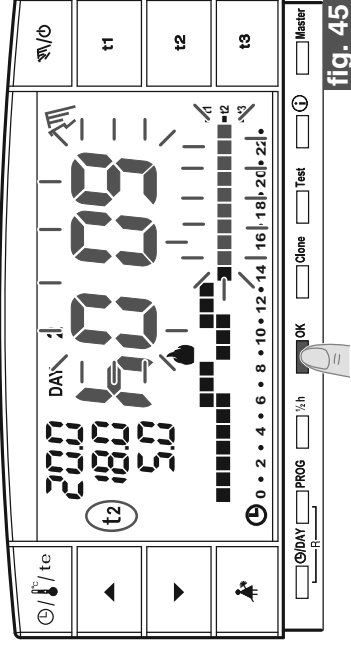

fig. 45
- Presionar la tecla **OK**, en la pantalla aparece parpadeante las hora que estará activo el funcionamiento manual temporal (ejemplo fig. 45).